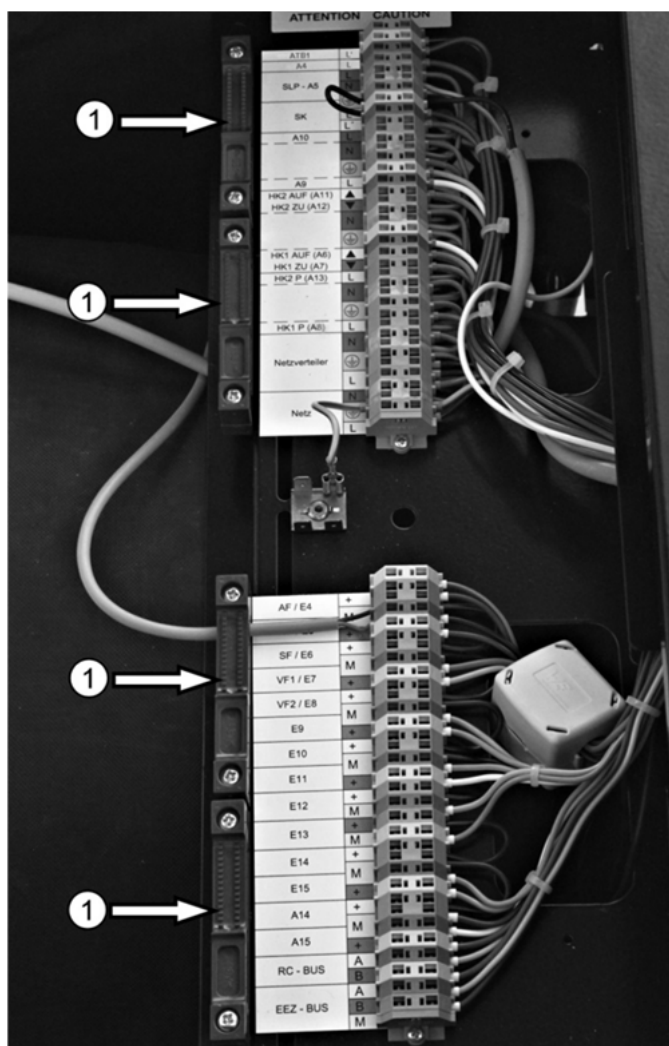

Abb. 18: Klemmleiste 230 V (oben) und Klemmleiste Kleinspannung (unten)
- ➔ Befestigen Sie die elektrischen Leitungen an den Zugentlastungen ① (s. Abb. 18, Seite 17).
Legende zu Abb. 18: